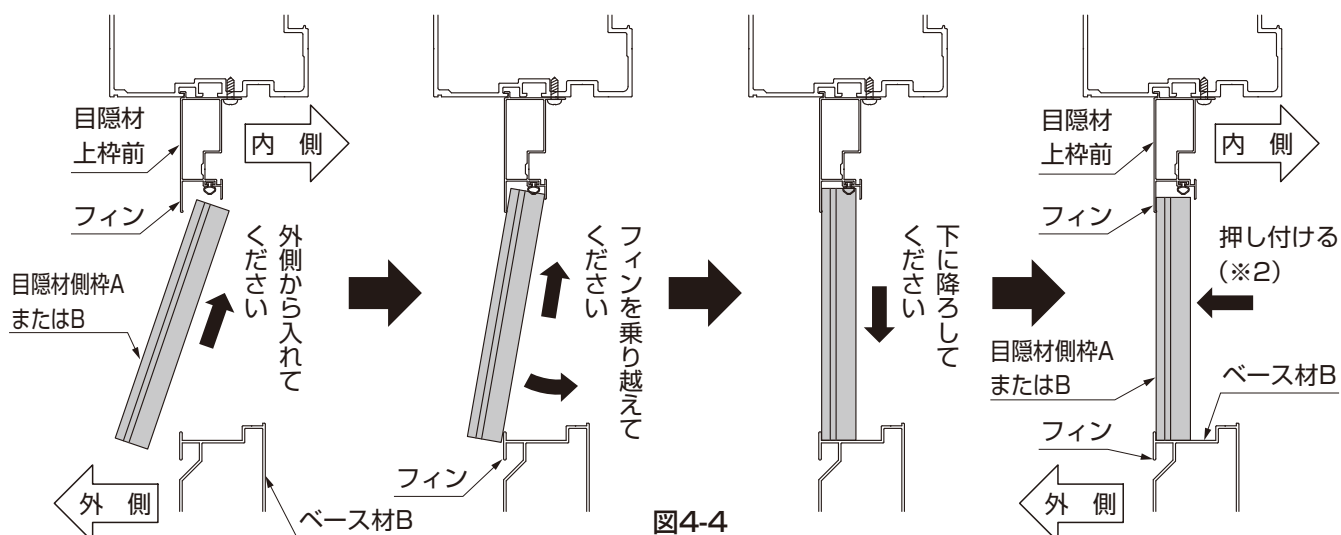

図4-4
- 目隠材側枠は、外側から目隠材上枠前のフィン内側に引っ掛けるように入れ、ベース材Bのフィンを乗り越えたら主柱または袖・中間柱の外側に押し付けて(※2)取付けてください。(図4-4参照)